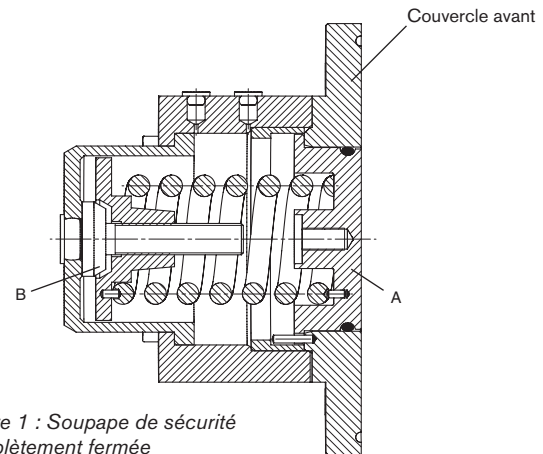

Figure 1 : Soupape de sécurité complètement fermée
Les figures 1 et 2 illustrent la conception de la soupape de sécurité à ressort taré. La tête de la soupape (A) est soumise à la pression du liquide dans le corps de pompe d'un côté et à la force du ressort de l'autre côté. Le ressort agit directement sur la tête de la soupape.
La figure 1 montre la soupape de sécurité complètement fermée. La tête de la soupape (A) est alignée avec la face avant du couvercle. La soupape a été réglée en comprimant le ressort au moyen de sa vis de réglage (B).